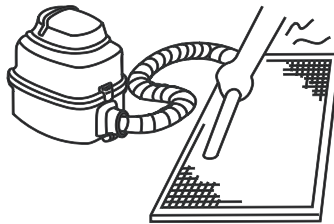

Figura 59
- a. El lado de la entrada de aire debe mirar hacia arriba cuando se utiliza una aspiradora. (Consulte la Figura 59)